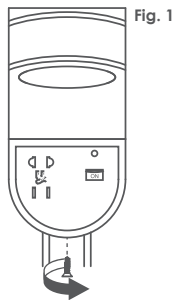

Fig. 1
1. Retire el tornillo ubicado en la parte inferior del soporte como se muestra en la Fig. 1, luego retire la cubierta.